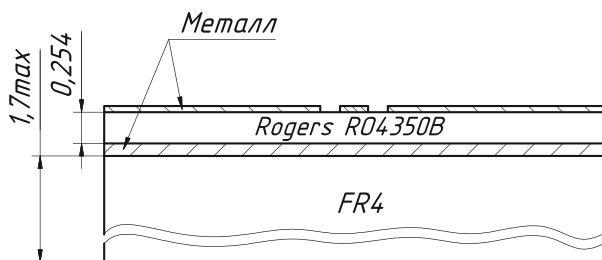

Рис. 16 – Структура платы
- Конструкция перехода не вносит ограничений по материалу и структуре платы. В качестве примера можно использовать материал подложки Rogers 4350В толщиной 0,254 мм. При этом для обеспечения жесткости конструкции, совместно с Rogers 4350В можно использовать материал FR4 (рисунок 16).